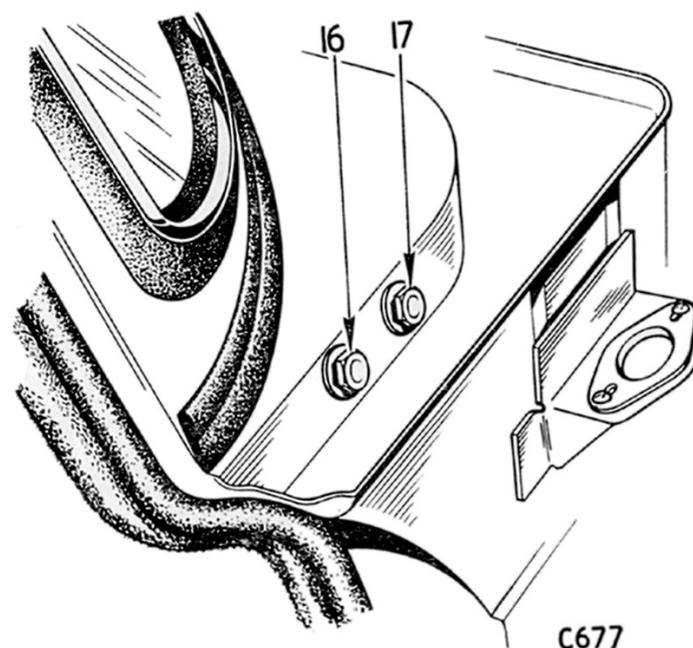

Fig. 62. Fixation supérieure de montants de pare-brise
4. Desserer les boulons (16) et (17) accessibles quand la portière est ouverte (Fig. 62).
5. Avec l'aide d'un second opérateur, enlever le cadre de pare-brise (11).